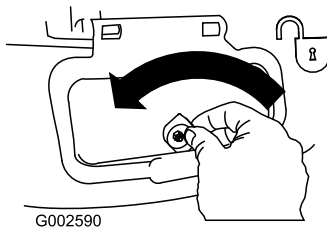

Bild 30
1. Entriegeln Sie die Seitenauswurfsklappe (Bild 30).